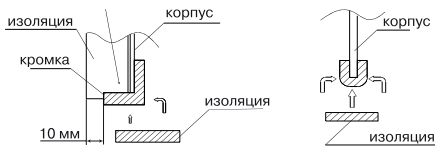

Рис. 19
7. При установке материала действуйте следующим образом (тип корпуса 1), (тип корпуса 2) (Рис. 19).